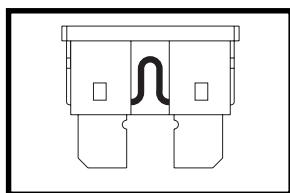

Figure 19. Fusible correct
MISE EN GARDE! Placez le câble avant/arrière de façon à ce qu'il ne soit pas coincé entre les sections lorsque vous basculerez la section arrière vers l'avant. Voir la figure 19.
- Examinez-le pour vérifier s'il est brûlé. Voir les figures 19 et 20.